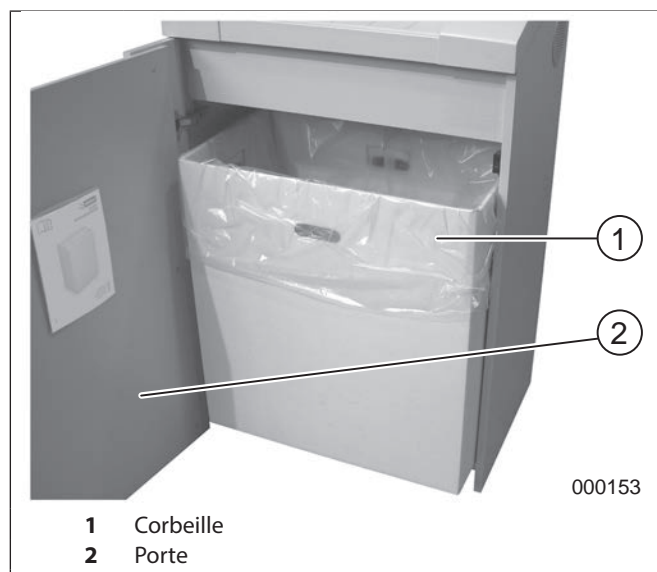

fig.4 Corbeille
Vider la corbeille (fig. 4/1) comme suit :
1. Ouvrir la porte (fig. 4/2).